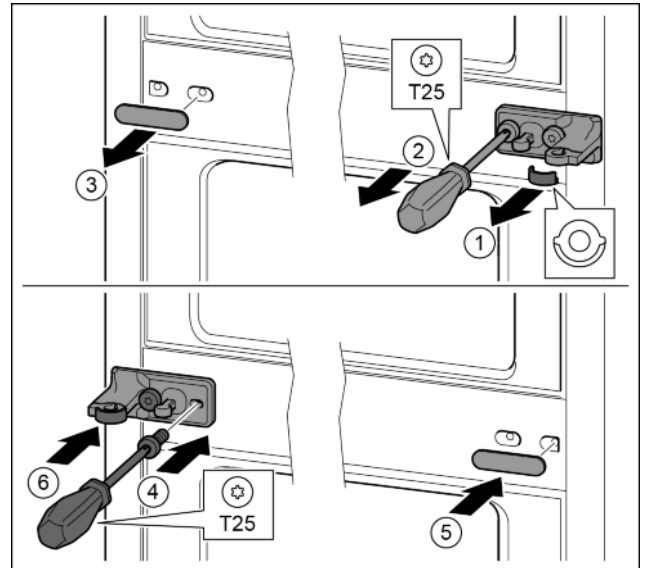

Fig. 15
- ▶ Свалете шайбата. Fig. 15 (1)
- ▶ С отвертка T25 отвийте винтовете. Fig. 15 (2)
- ▶ Свалете внимателно капака. Fig. 15 (3)
- ▶ Затегнете здраво от другата страна лагерната стойка с фолио, завъртяна на 180°. Fig. 15 (4)
- ▶ Поставете капака, завъртян на 180°, от другата страна. Fig. 15 (5)
- ▶ Нахлузете отпред шайбата. Fig. 15 (6)